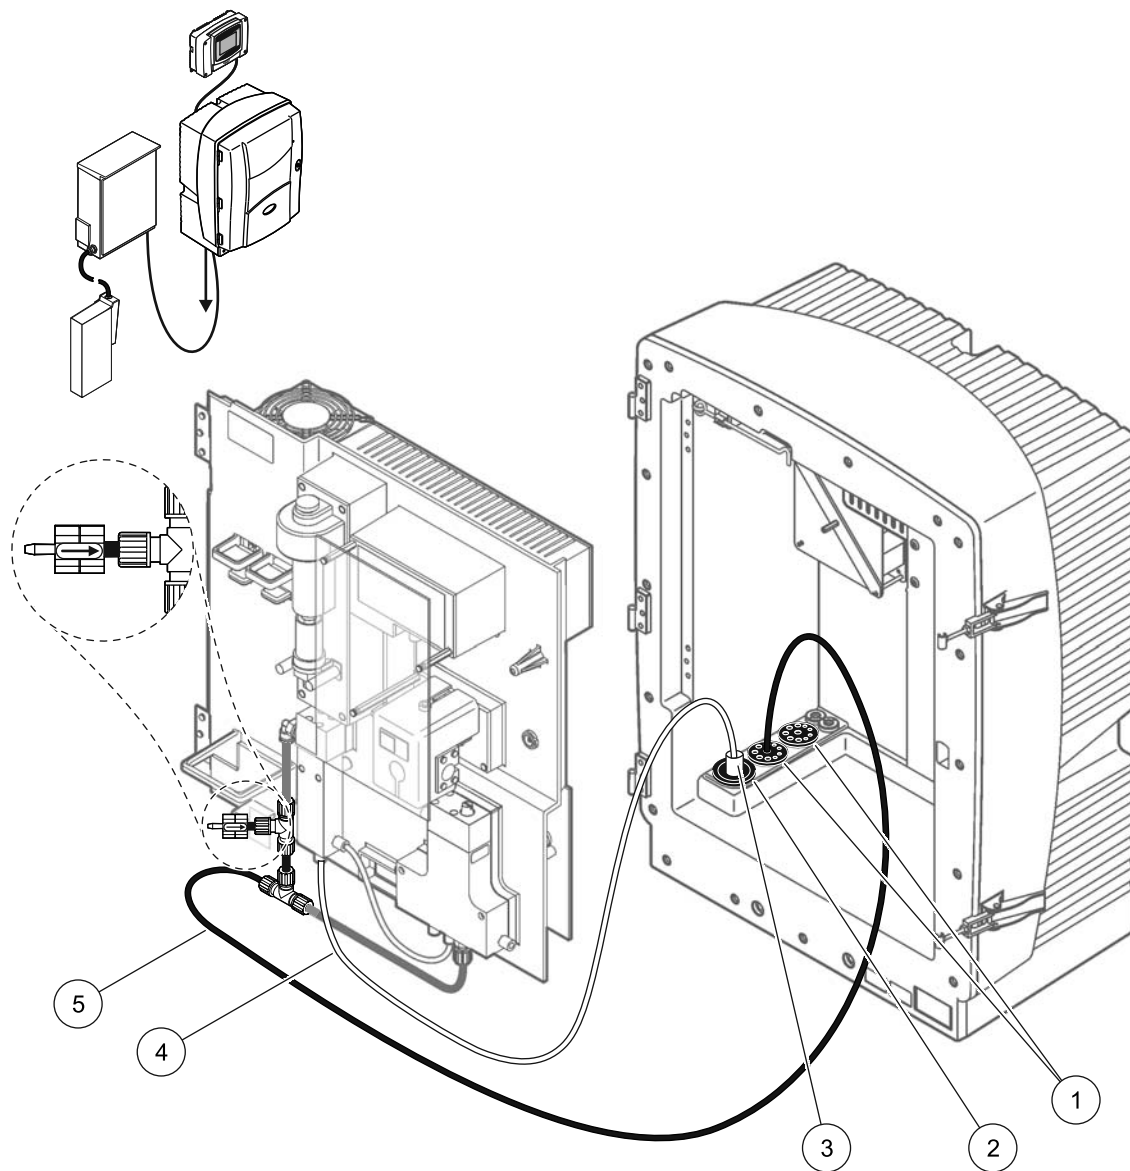

Рисунок 34 Монтаж версии 8а
Для версии 8а смотрите Рисунок 34 и следующие инструкции:
2. Проведите шланг с подогревом из FILTRAX через отверстие в анализаторе (Рисунок 34, позиция 3). Для фиксации используйте уплотняющую заглушку #1.